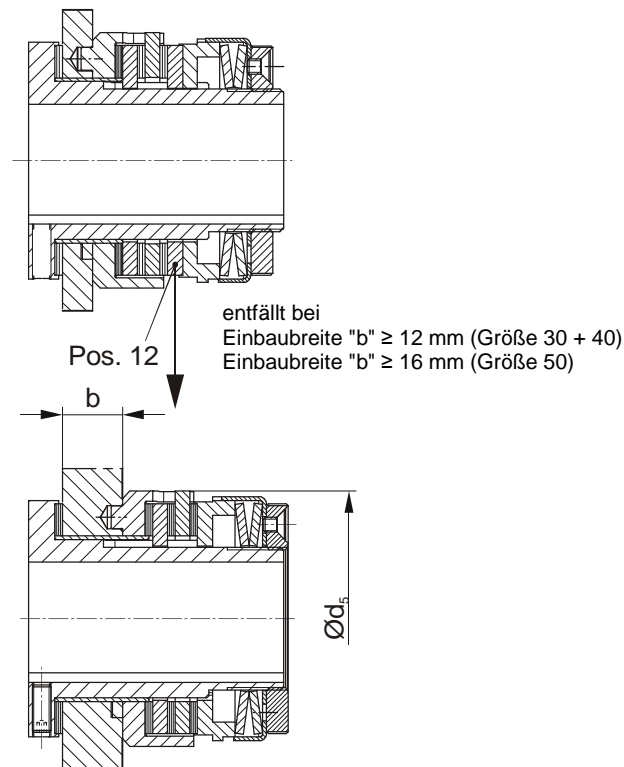

Bild 3
1x Reibflansch (12) entfällt siehe Bild 3 sobald